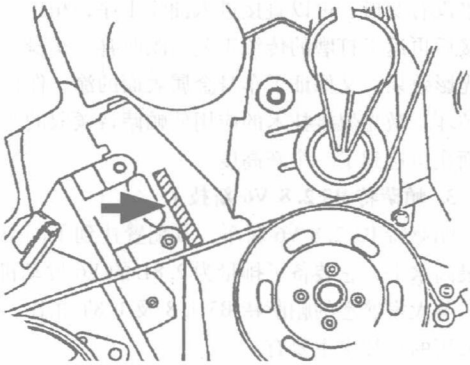
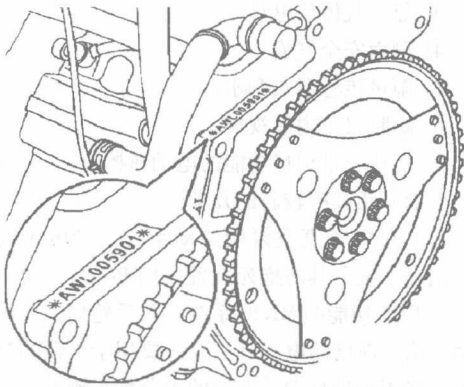

图 2-1 发动机代码位置(ANQ)
图 2-2 发动机代码位置(AWL)
1.8T	①	1.8L 四缸 ^⑤ /AWL ^②	Motronic SFI ^③	DIS ^⑥
- ① 车身代码由汽车识别码第 7 和 8 位表示，参见“2.2.2 汽车识别码(VIN)定义”。
- ② 发动机代码和发动机系列号位于气缸体上，参见图 2-1、图 2-2。
- ③ 顺序多点燃油喷射。
- ④ 只有一个点火线圈。
- ⑤ 涡轮增压发动机。
- ⑥ 每个火花塞上安装有一个点火线圈。
发动机代码和发动机系列号可以在传动带盖、气门室盖、行李箱内的汽车标识牌上，或在发动机室罩下的汽车数据牌上查到，参见图 2-1、图 2-2。